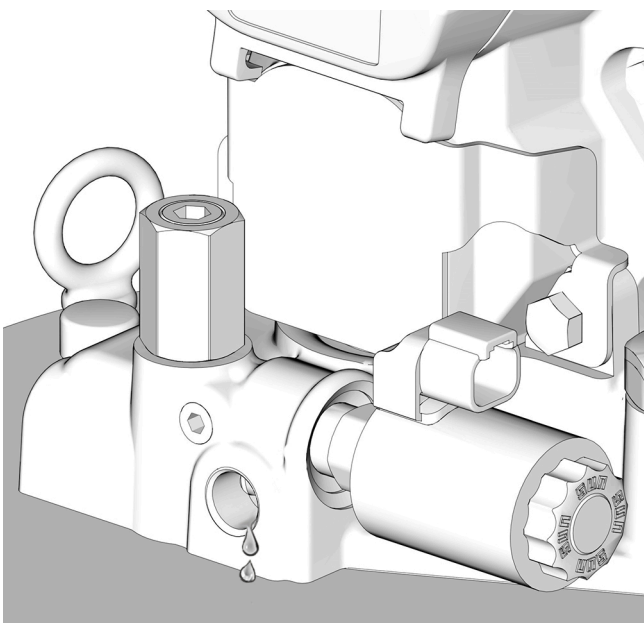

FIG. 19
1. Une fois que le réservoir (K) est complètement rempli, retirez la conduite d'alimentation en lubrifiant à haute pression (D) de la sortie.
2. Branchez l'alimentation électrique à la pompe (B).
3. Démarrez la pompe (B) et laissez-la tourner jusqu'à ce que tout l'air ait été expulsé et que le débit de fluide soit continu (FIG. 19).